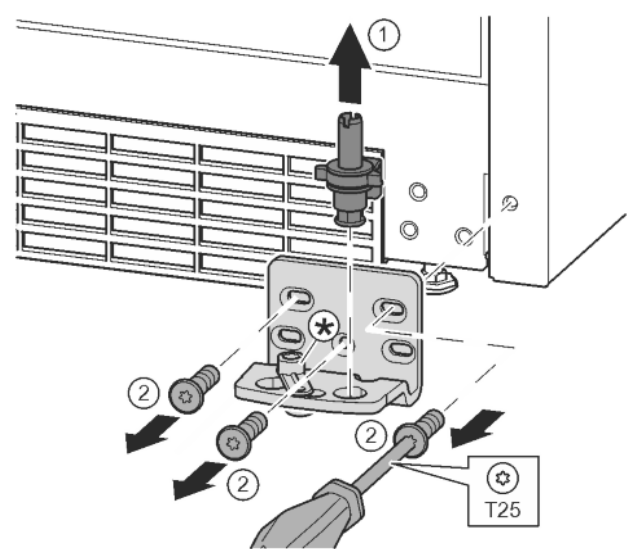

Fig. 13
- ▶ Izvucite podložak ležaja kompletno prema gore. Fig. 13 (1)
- ▶ Odvijačem T25 odvijte vijke i skinite podložak ležaja. Fig. 13 (2)